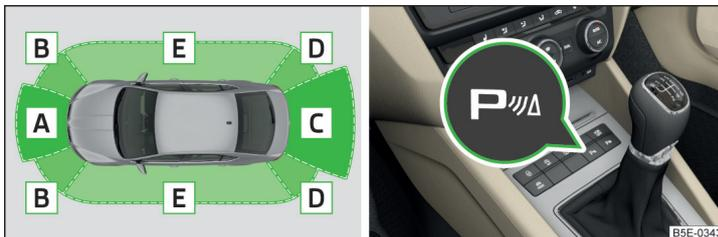

Abb. 138 Abgetastete Bereiche und Reichweite der Sensoren / Systemtaste (Variante 2, 3)
» Abb. 138.
Bei Fahrzeugen mit werkseitig eingebauter Anhängervorrichtung sind bei Anhängerbetrieb nur die Bereiche **A** und **B** » Abb. 138 des Systems aktiv und es erfolgt keine Fahrbahnanzeige.
Das System wird automatisch beim Einlegen des **Rückwärtsgangs** oder durch Drücken der Symboltaste **P** » Abb. 138 auf Seite 148 aktiviert.
- Die Displayanzeige kann durch das Betätigen der Symboltaste **P** » Abb. 138 auf Seite 148 abgebrochen werden.